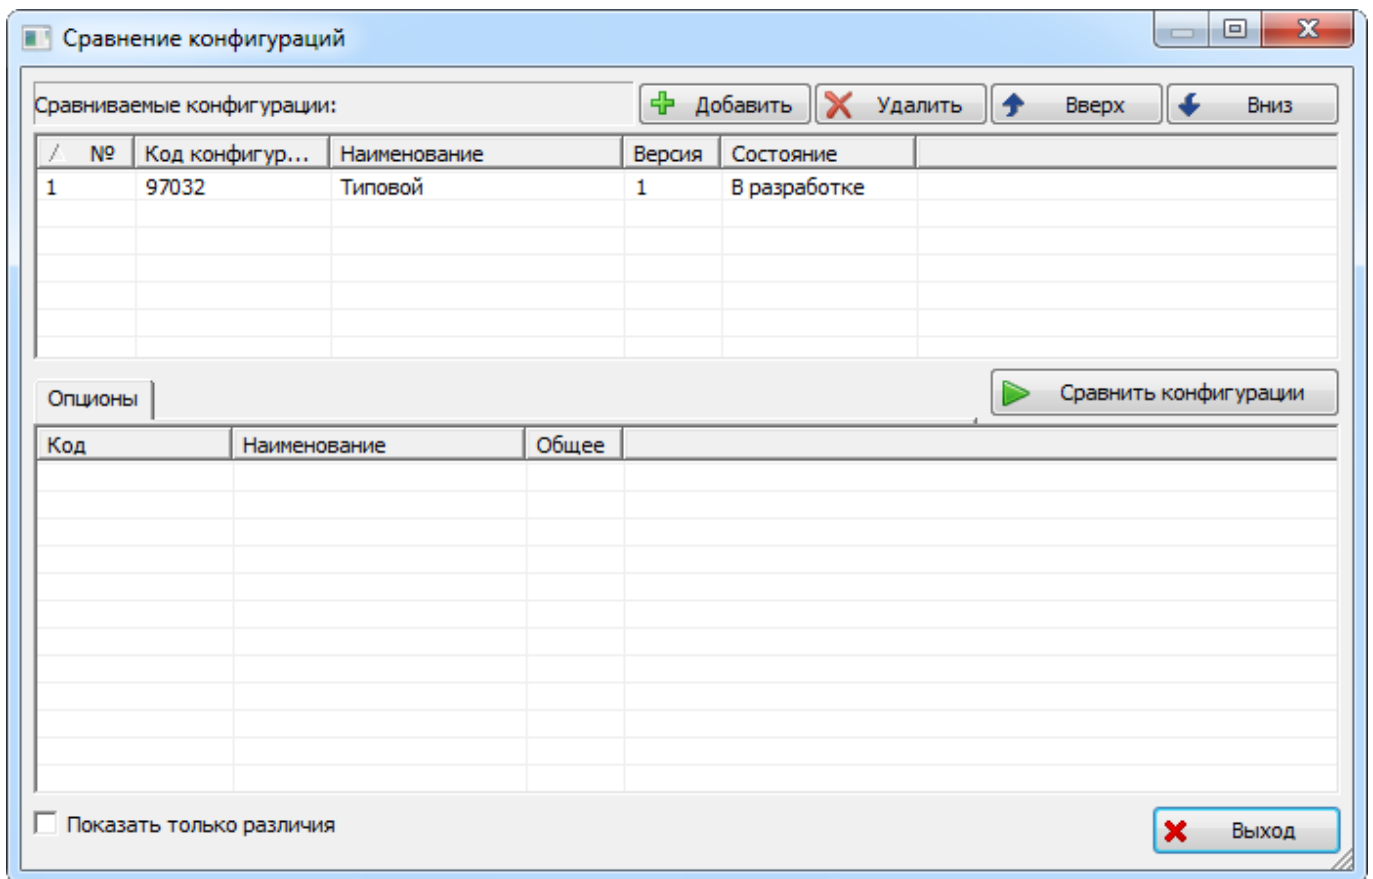

Рис. 10-215 – Окно «Сравнение конфигураций»
- 3) После этого появится окно «Состояние», в котором можно выбрать другое состояние (рис. 10-215).